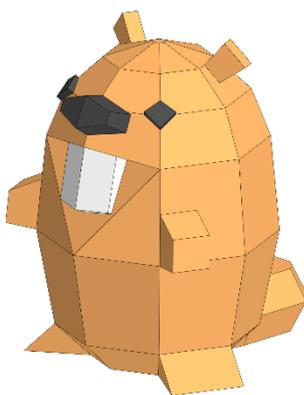

Рис. 2. Пример 3D-
- ✓ изделие представляет собой модель игрушки животного в стиле полигонального исполнения (см. Рис. 1 и Рис. 2);